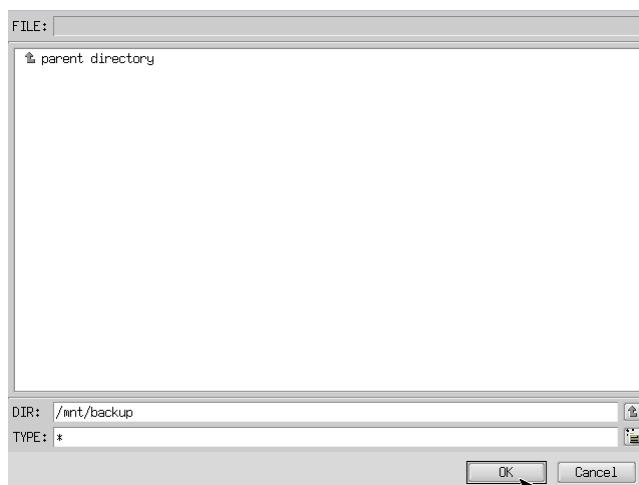

図 5-3-4. フォルダ参照画面
- ⑧ フォルダ参照画面（図 5-3-4）が表示されます。②で接続したパーティションは、/mnt にマウントされま